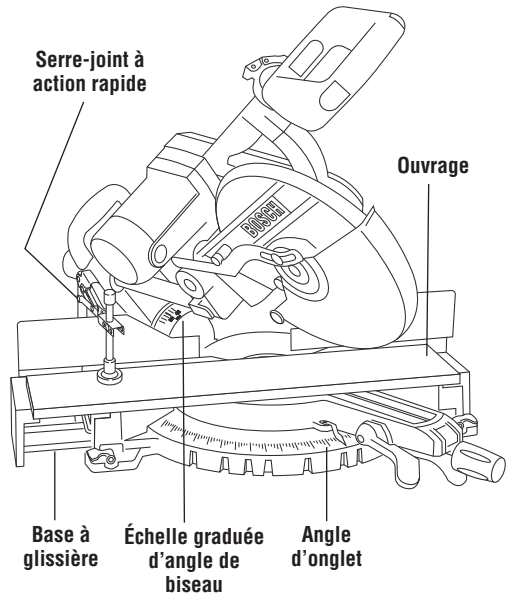

Figure 35. Coupe composée
2. Positionnez l'ouvrage adéquatement. Assurez-vous que l'ouvrage est cramonné fermement contre la table et le guide Figure 35.